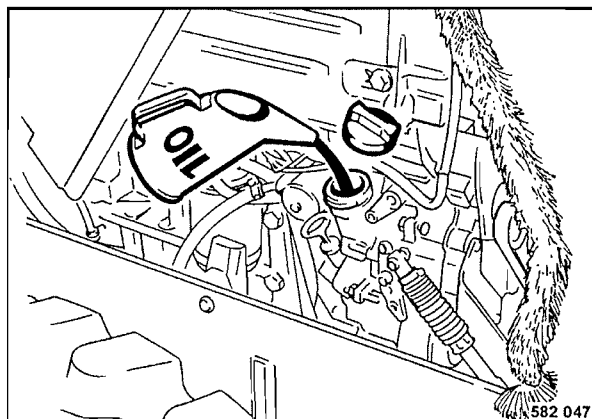

Fig. 74
- Rellenar nuevo aceite de motor (Fig. 74).